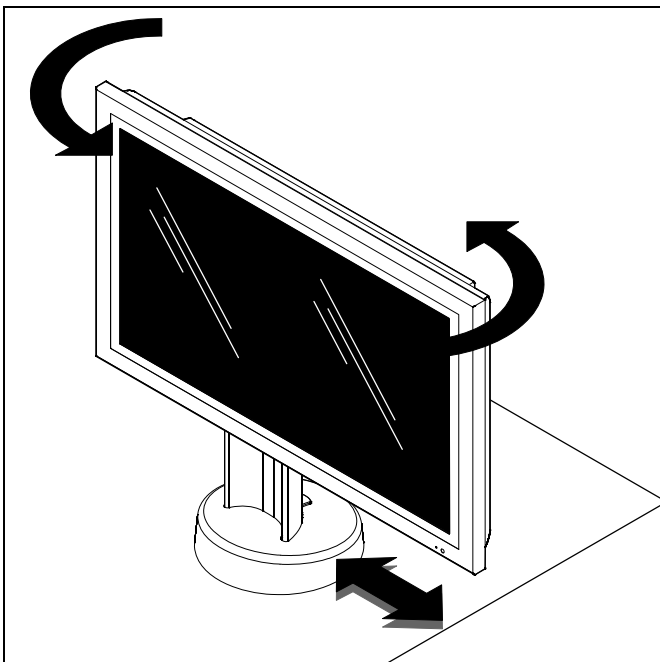

Figure 1
1. Le réglage en usine de la rotation de la base est de 90° ; celle-ci peut cependant être modifiée à 180° ou 270° au besoin. (Voir Figure 1)